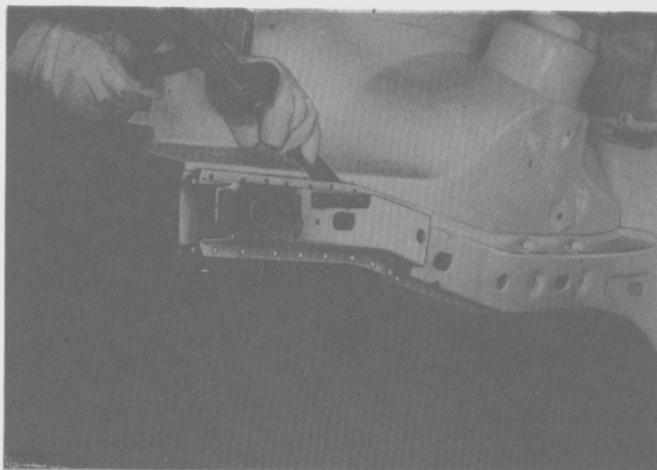

Fig. 132
- Separar el larguero del panel del guardabarro delantero interior (Fig. 132).